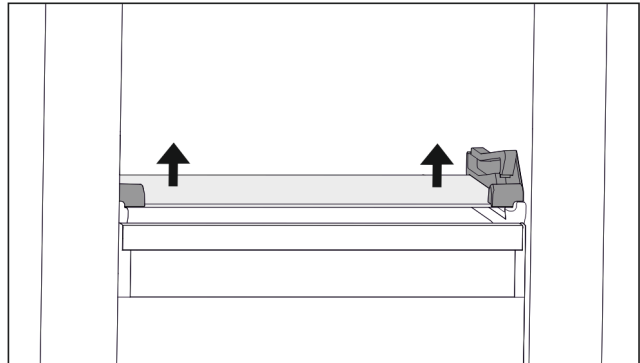

Fig. 131 Tablette en verre du tiroir basculable
- ▶ Appuyer des deux côtés sur la tablette en verre de bas en haut. (voir Fig. 131)